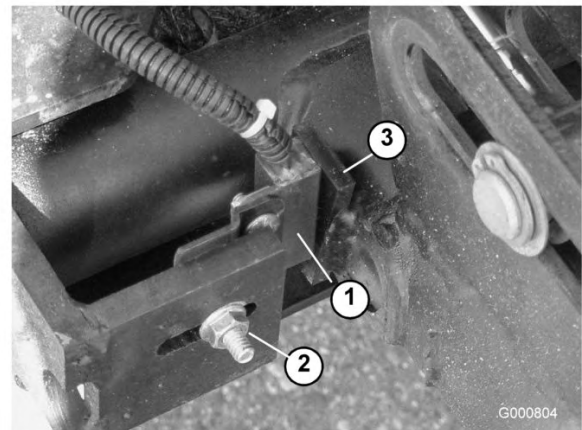

図 91
- ・ 昇降アームのスイッチのブラケットを4番、6番または7番昇降アームに固定しているキャリッジ・ボルトのナット (図 91) をゆるめる。図は4番昇降アームである。